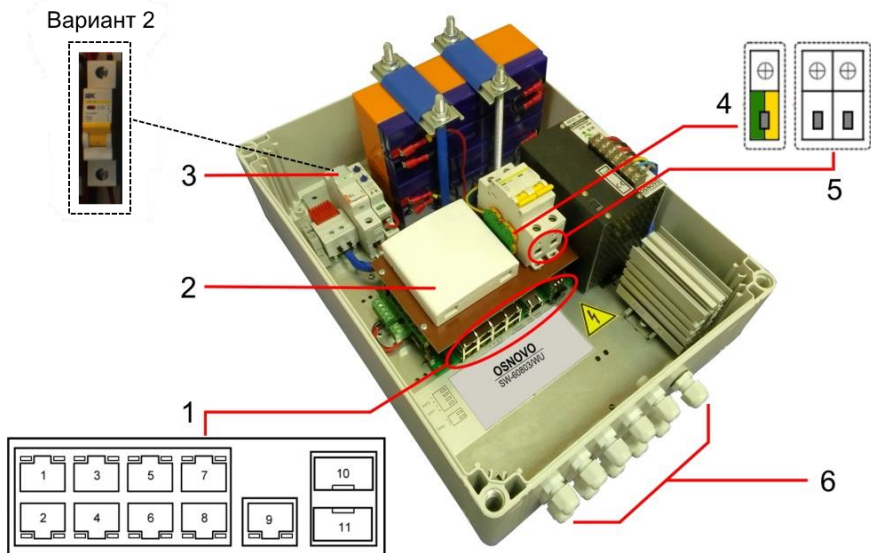

Рис. 4 Подключение коммутатора SW-60812/WU
1. Вставьте гермовводы в предназначенные для них отверстия в корпусе пластикового бокса (6) Рис.4, закрепите их пластмассовыми гайками с внутренней стороны корпуса.
2. Проденьте кабели витой пары через соответствующие отверстия гермовводов (Ø 3-6мм) снаружи внутрь корпуса (Рис.4).
4. Подключите обжатые разъемами RJ-45 кабели к коммутатору (1) Рис.4 (порты 1-9) и затяните гермовводы. Для обеспечения защиты от проникновения влаги внутрь корпуса, кабели должны быть плотно укреплены в гермовводах.
5. Зачистите оптоволоконный кабель на длину 25-30 см, пропустите его в отверстие гермоввода (Ø 3-6мм) Рис.4, затяните резьбу гермоввода так, чтобы кабели жестко фиксировались в зажиме гермоввода.
6. Соблюдая все требования технологии сварки оптоволоконного кабеля, приварите пигтейл (имеются в комплекте) к оптоволоконной жиле кабеля. Уложите оптоволоконный кабель в пазы кросса (2) Рис.4, следя за тем, чтобы диаметр колец не был менее 60 мм. Подключите разъем пигтейла к SFP модулю (в комплект поставки не входит) установленному предварительно в SFP разъем коммутатора (1) Рис.4 (разъемы SFP 10,11). Закройте крышку оптического кросса (2) Рис.4.
7. Аналогично пункту 2 протяните кабель питания от сети AC 195-265V / 50 Гц внутрь корпуса через соответствующий гермоввод (Ø 4-8мм), подключите кабель питания к клеммам автоматического выключателя (5) Рис.4 и клеммной колодке заземления (4) Рис.4. Затяните гермоввод.
8. Подключите источник резервного питания (АКБ) в цепь питания уличного коммутатора. Для этого вставьте плавкую вставку – предохранитель* (входит в комплект поставки) в держатель (3) Рис.4.
*Вместо держателя с установленной плавкой вставкой (8) в коммутатор может быть установлен автомат 1P на 220V, 10A находящийся в положение «вкл» (см. на рисунке 4 «вариант 2»)